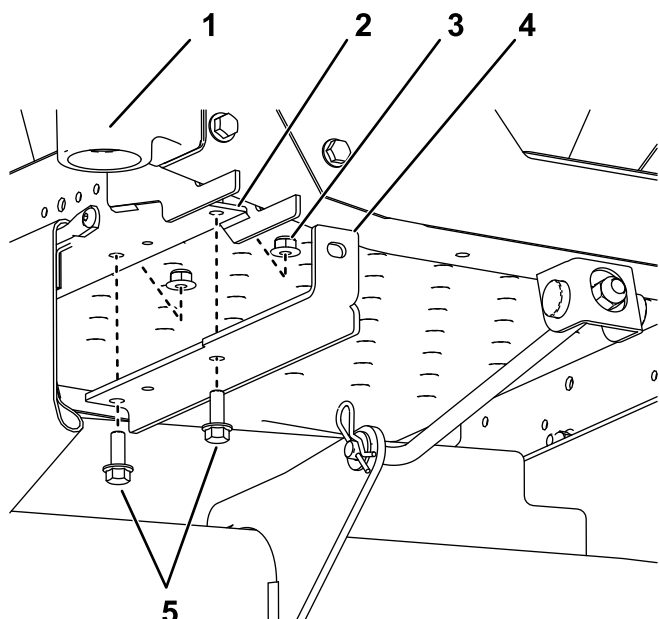

Figura 4
1. Montirajte montažne nosače tegova ispod bokova rama pomoću 2 zavrtnja ($\frac{3}{8} \times 1''$) i 2 kontranavrtke ($\frac{3}{8}''$) kao što je prikazano na Figura 4.